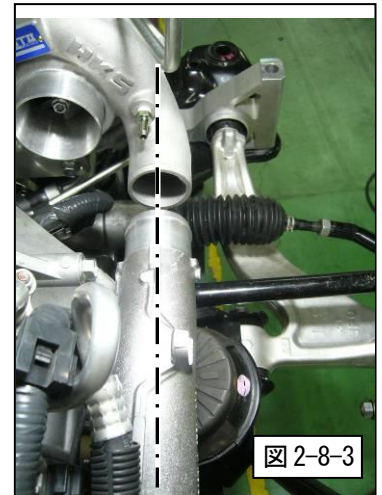

図 2-8-3
(2) 純正チャンバパイプ LH を取付け、パイプ中心が合うよう調整してください。(図 2-8-3)